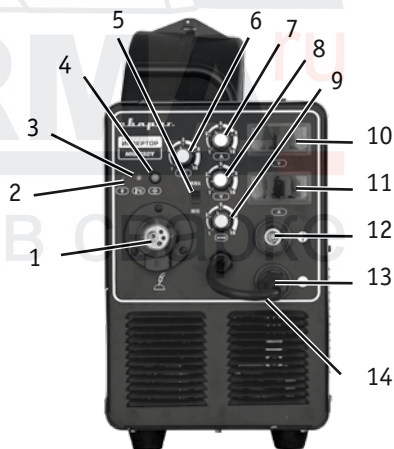
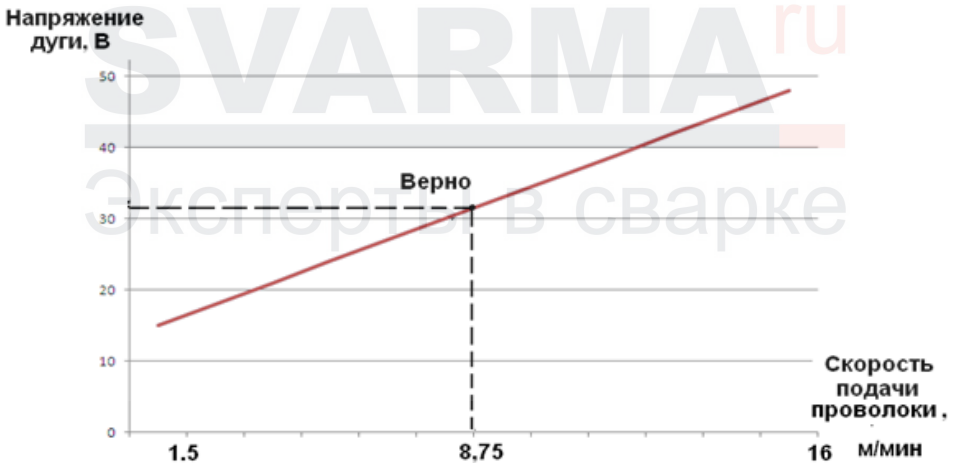
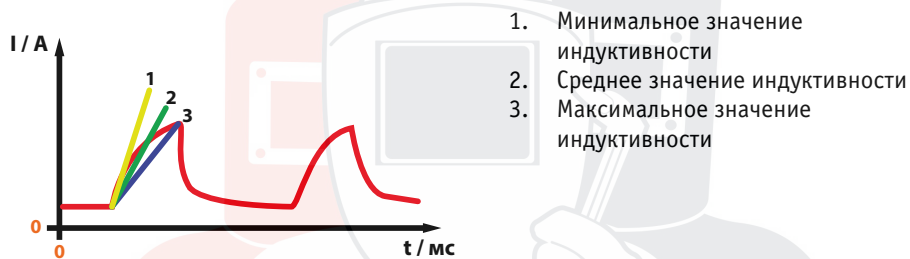

Рис. 1.1. Передняя панель аппарата.
Рис. 7. График соотношения напряжения дуги и скорости подачи проволоки.
Рис. 8. График зависимости сварочного тока от индуктивности.
8. Вставьте кабельную вилку, соединенную с клеммой заземления, в панельную розетку «-» или «+» (поз. 13 и 12, рис. 1.1) на передней панели сварочного аппарата (в зависимости от требуемой полярности), а кабель переключения полярности (поз. 14, рис. 1.1) в свободную панельную розетку и закрутите их по часовой стрелке.
- прямая полярность - кабель клеммы заземления подключен к панельной розетке «+» (поз. 12, рис. 1.1);
- обратная полярность – кабель клеммы заземления подключен к панельной розетке «-» (поз. 13, рис. 1.1).
1. На передней панели сварочного аппарата имеются панельные розетки «+» и «-» (поз. 12 и 13, рис. 1.1). Существуют два способа подключения сварочных принадлежностей:
- прямая полярность - электрододержатель подсоединен к панельной розетке «-» (поз. 13, рис. 1.1), а кабель с клеммой заземления к панельной розетке «+» (поз. 12, рис. 1.1);
- обратная полярность – кабель клеммы заземления подсоединен к панельной розетке «-» (поз. 13, рис. 1.1), а электрододержатель – к панельной розетке «+» (поз. 12, рис. 1.1).
2. Переключите переключатель MIG/MMA (поз. 5, рис. 1.1) в положение MIG.
3. Нажмите кнопку холостого прогона проволоки (поз. 4, рис. 1.1) для протяжки проволоки через горелку.
4. Регулятором скорости подачи проволоки на подающем механизме установите соответствующую подачу проволоки (поз. 9, рис. 1.1) и напряжение дуги (поз. 8, рис. 1.1). Сварочный ток в режиме сварки MIG зависит пропорционально от скорости подачи проволоки и выставляется ее регулятором. На индикаторе сварочного тока (поз. 11, рис. 1.1) при предварительной настройке ничего не отображается - показания сварочного тока появятся только в процессе сварки. Подобрать оптимальное отношение напряжения и скорости подачи сварочной проволоки можно в соответствии с графиком (рис. 7).
6. Установите значение индуктивности, чтобы получить нужную жесткость дуги. При повороте регулятора индуктивности (поз. 6, рис. 1.1) до конца против часовой стрелки значение индуктивности будет минимальным (более вертикальная линия 1, рис. 8), а дуга наиболее жесткой. Этот режим более глубокого проплавления материалов. При повороте регулятора по часовой стрелке значение индуктивности будет увеличиваться (более пологая линия 3, рис. 8), а разбрызгивание металла уменьшаться вместе с жесткостью дуги - применяется для облицовочных швов.
1. Установите способ сварки ММА с помощью переключателя MIG/ММА (поз. 5, рис. 1.1.).
2. Установите требуемую величину сварочного тока с помощью регулятора (поз. 7, рис. 1.1). Устанавливайте значения сварочного тока в зависимости от диаметра электрода, типа материала, требований технологического процесса и нормативной документации или рекомендаций ПРИЛОЖЕНИЯ Б настоящего руководства по эксплуатации.